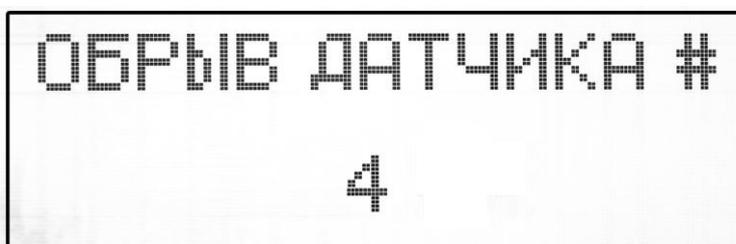

Рисунок 34
- **Обрыв датчиков сошника.** При обнаружении обрыва датчика/датчиков сошников на дисплей на 5 секунд выводится окно рисунок 34 с надписью: «Обрыв датчика» и номерами оборванных датчиков в сопровождении звукового сигнала.
После окна рисунок 34 на дисплей выводится окно рисунок 35. В строке окна рисунок 35 показания отключенных датчиков обозначаются мигающими символами «X».